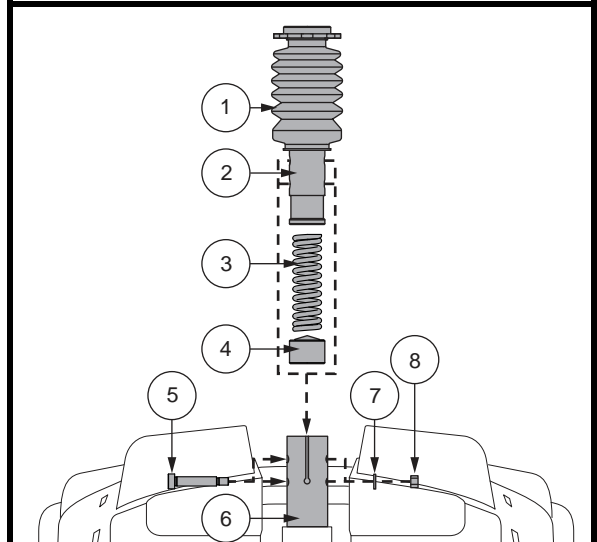

Figure 19. Réglage Hauteur du Siège - Montant du Siège Comfort
4. Poussez vers le bas le montant du siège tout en desserrant et en enlevant le boulon à épaulement, la rondelle et l'écrou. **Voir la figure 19.**
6. Installez le ressort de confort désiré. **Voir la figure 19.**